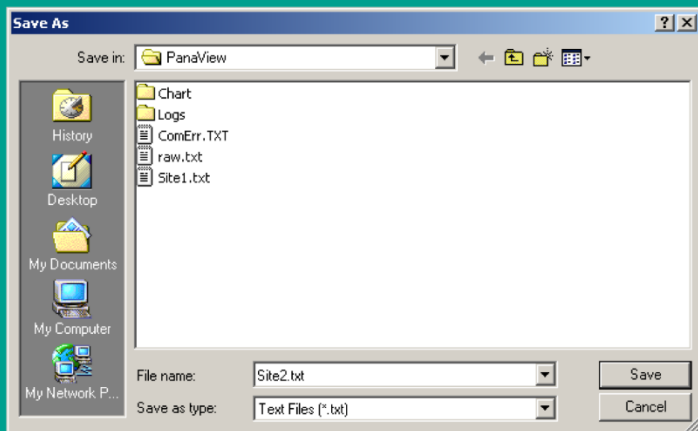

Figura 30: Ventana Guardar como
Para guardar la señal sin procesar, haga clic en *save* (*guardar*). Se abre una ventana similar a la de la figura 30. Ingrese el nombre deseado y haga clic en guardar para guardar la señal como un archivo de texto.
2. Haga clic en *Save site to PC* (*Guardar sitio en la PC*). Se abre una ventana similar a la de la figura 30.